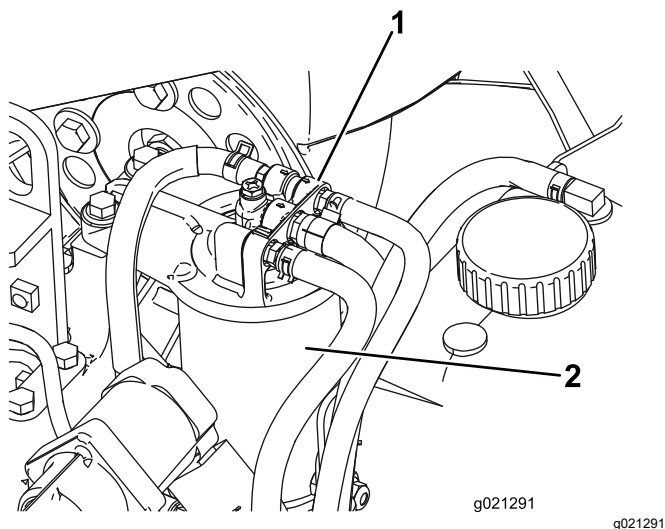

Figura 93
1. Pulite le superfici circostanti la testa del filtro del carburante (Figura 93).
2. Togliete il filtro e pulite la superficie di montaggio della testa del filtro (Figura 93).